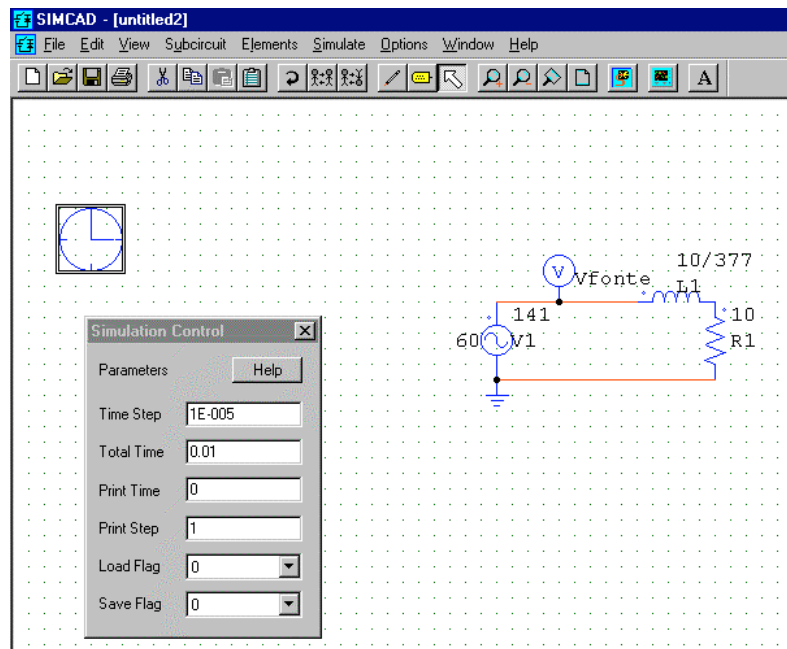

Figura 4. Menu de Controle da Simulação “Simulation Control”
- e. No menu “**Simulate**” acessar o a opção “**simulation control**” e arrastá-lo para a área de trabalho (figura 4).
- f. Com os parâmetros indicados na figura 4, pressionar o botão  “Run Simulation”. Após o término da simulação será aberto o programa de visualização de formas de onda “Simview”, **que permite:** (*apenas estou listando, não é para fazer!!!*)